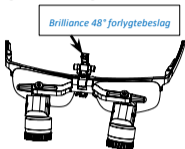

Fig.7
*Brilliance™ 48°* lupper er fastgjort med et forlygtebeslag, der har svalehalesamlinger indeni, se fig.7: